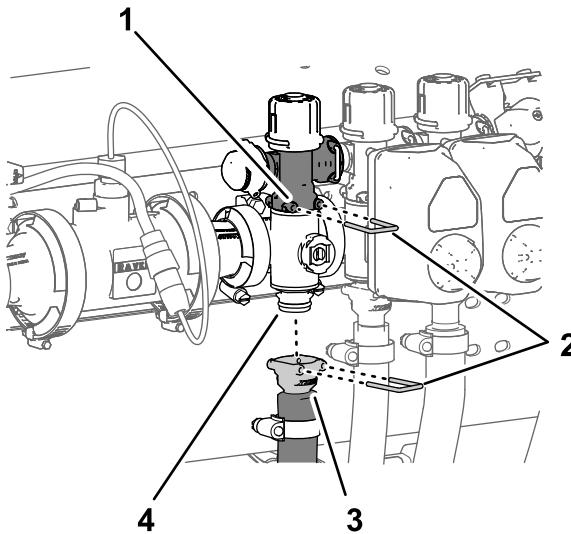

图 110
1. 拆下将喷洒臂段旁通阀快速连接耦合器固定至喷洒臂段歧管阀上的快速连接销图 110。
2. 拆下将喷洒臂段供水软管快速连接耦合器固定至喷洒臂段歧管阀上的快速连接销图 110。